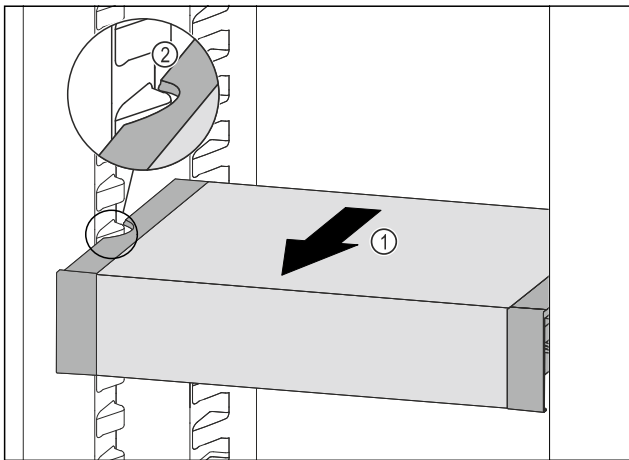

Fig. 83
- VarioSafe naar voren trekken Fig. 83 (1), tot de uitsparingen aan de zijkant van de VarioSafe zich ter hoogte van de rib in het koelgedeelte bevinden. Fig. 83 (2)